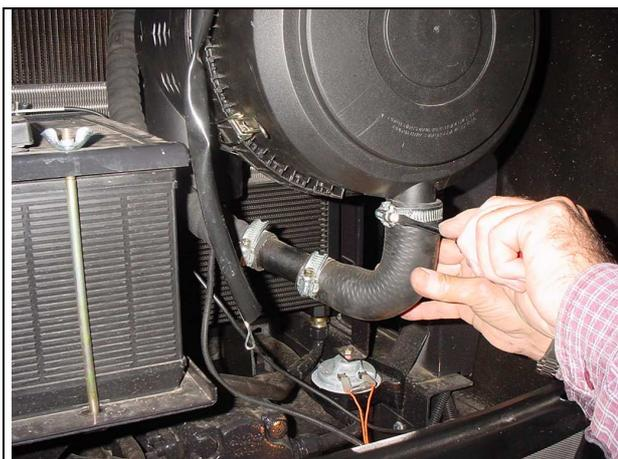
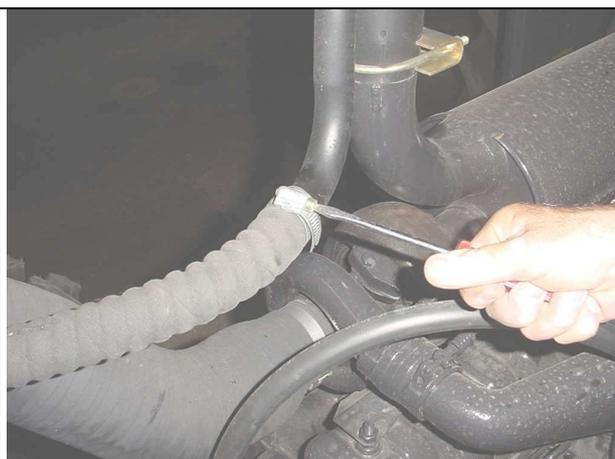

Fig. 1
Fig. 2
- 2) Con destornillador plano aflojar la abrazaderas que ajustan la manguera de conexión al escape (Fig. 1) y las abrazaderas del tramo de manguera que conecta la tapa de la carcasa del filtro al escape (Fig. 2). Retirar ambos tramos de manguera.